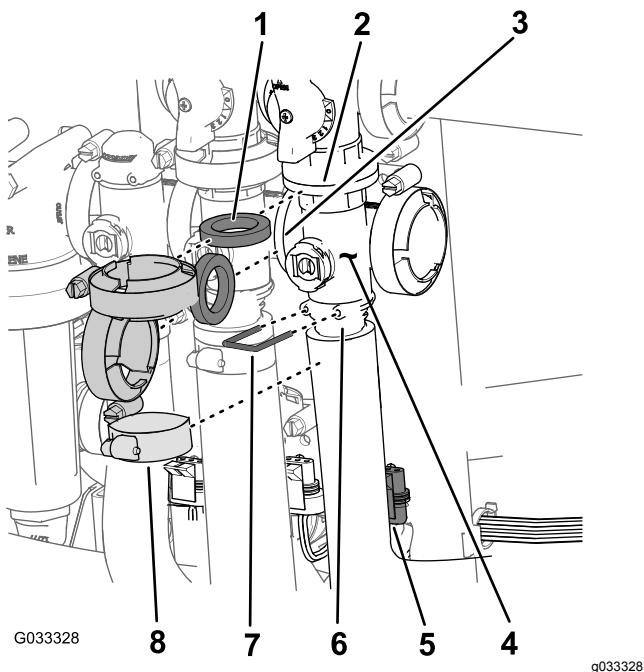

Figure 66
1. Retirez les colliers et les joints qui fixent le collecteur de la vanne maîtresse des sections (Figure 66) à la vanne de dérivation de section, la vanne d'agitation et la valve de collecteur (au bout du flexible du débitmètre).
2. Retirez l'étrier qui fixe le raccord de sortie au collecteur de la vanne maîtresse des sections (Figure 66).